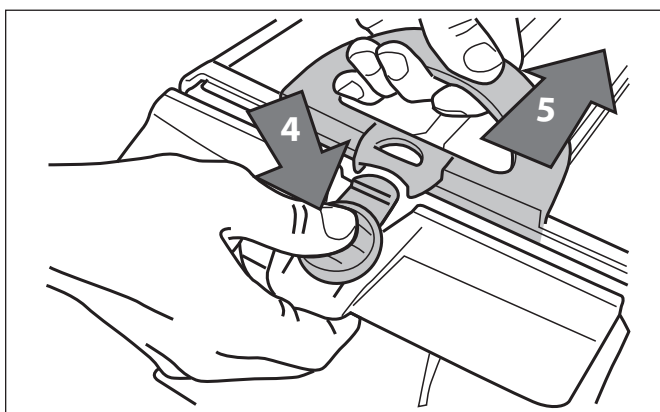

Figura 22. Abra el montaje del filtro
7. Pulse el botón de liberación rápida en el montaje del filtro (4) y tire del montaje (5). (Ver Figura 22.)